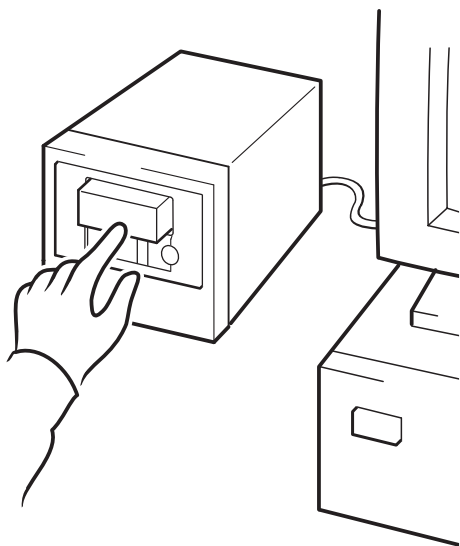

Figura 14a: hp obdr, passo 1
- 1 Insira o mais recente cartucho inicializável na abertura 1 do magazine e coloque-o no autoloader (veja figura 14a). O cartucho deve ser gravados por um aplicativo de backup que grave dados na fita em formato de CD-ROM.